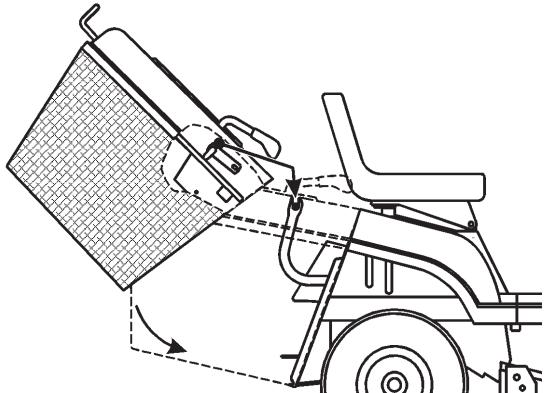

Bild 42
1. Kippen Sie den Graskollektor mit beiden Händen nach vorne (Bild 42).
2. Kippen Sie den Kollektor ungefähr 40 Grad nach vorne. Schieben Sie ihn dann auf die Stützschienen hinten am Traktor (Bild 42).